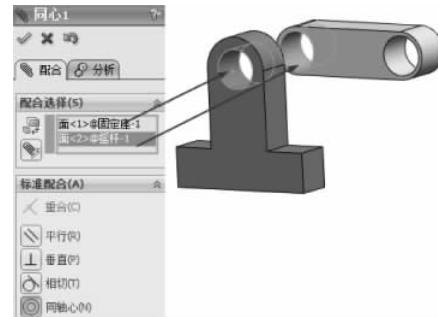

图 3-170 同轴心配合
(2) 单击【装配体】工具栏中的【配合】按钮  ,弹出【配合】的属性设置。选择【标准配合】选项组下的【同轴心】配合类型  ,在【要配合的实体】选择框  中选择如图 3-170 所示的面,其他保持默认,单击【确定】按钮  ,完成同轴心配合。